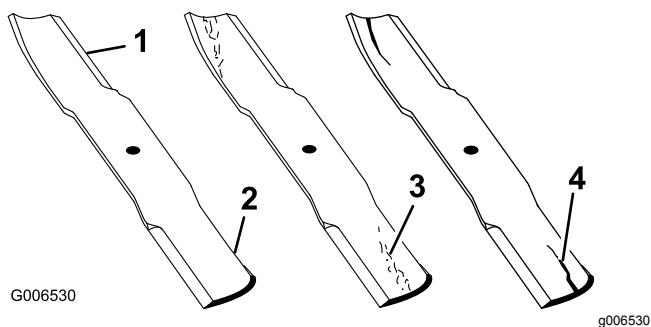

Figura 108
- Inspecione as extremidades de corte (Figura 108).
- Se verificar quaisquer fissuras, desgaste, ou a formação de ranhuras nesta área instale imediatamente uma lâmina nova (Figura 108).